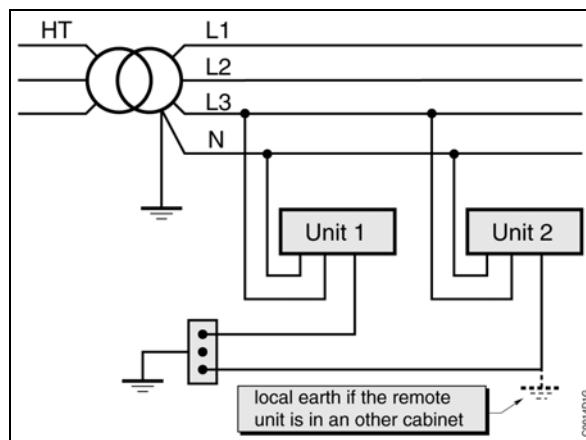

Figura 4-10: Alimentación T-T
- Neutro T-T: El neutro está conectado a tierra. Todas las partes metálicas están conectadas a tierra (ver Figura 4-10).